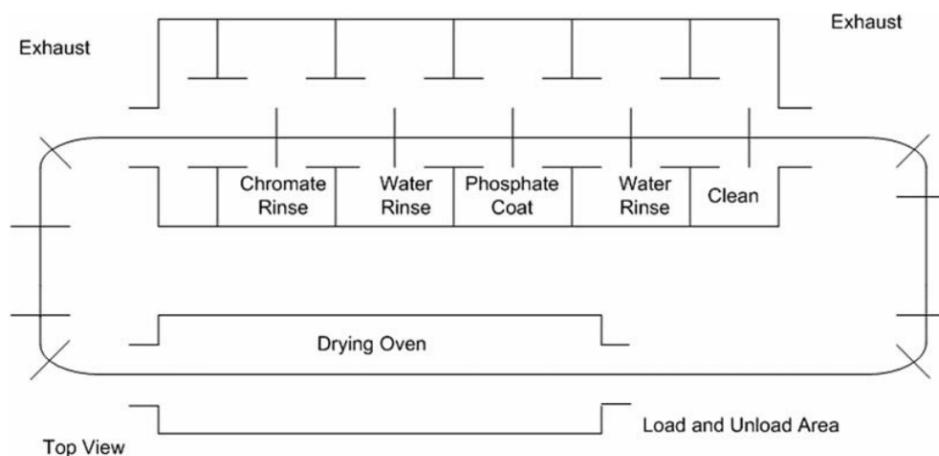

Figura 11: Proceso de fosfatado. Fuente: Adaptado de [5].
1. **Fosfatados de Zinc/Hierro/Manganeso:** Consiste en la aplicación de una solución que contiene fosfatos que reaccionan con la superficie metálica para formar una capa de fosfato. Este tratamiento se utiliza para mejorar la resistencia a la corrosión del metal y para mejorar la adhesión de las pinturas. El proceso de fosfatado puede realizarse por inmersión o rociado como se puede ver en la Figura 11 y la superficie debe estar limpia y libre de óxidos antes de la aplicación.